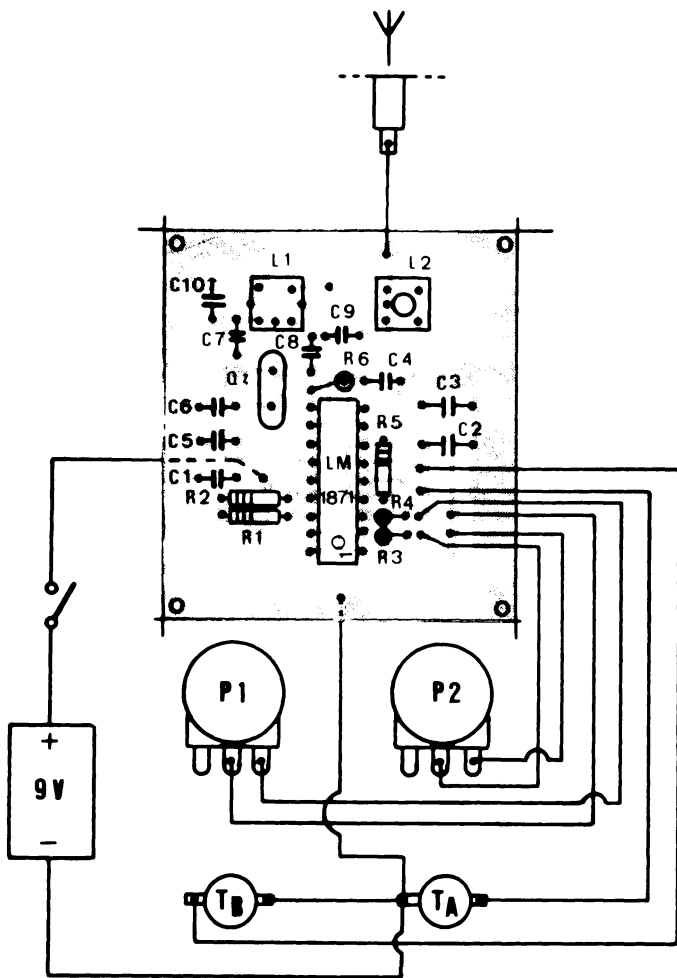

Fig. VIII-7. - Câblage de l'émetteur MICROTEF.
d) Montage électrique (voir figure VIII.7)
Installer dans le boîtier les potentiomètres et les poussoirs, comme le montre la photographie VIII.B. Pour en réduire la hauteur, les cosses des deux poussoirs sont rabattues à l'équerre. Câbler selon la figure VIII.7. Les paires des potentiomètres sont torsadées. Souder un petit fil nu à la sortie antenne du CI. Mettre ce CI en place, comme sur la photographie VIII.C. Relier à la douille d'antenne.